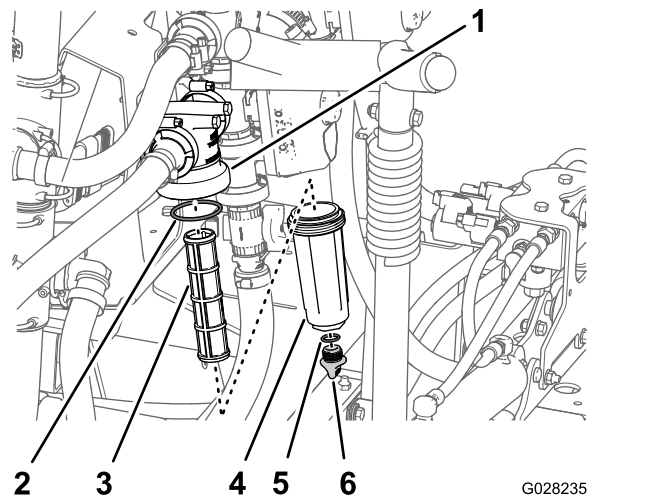

Figure 48
2. Placez un bac de vidange sous le filtre sous pression (Figure 48).
3. Tournez le bouchon de vidange dans le sens antihoraire et déposez-le de la cuvette du filtre sous pression (Figure 48).
4. Tournez la cuvette dans le sens antihoraire et déposez la tête du filtre (Figure 48).
5. Retirez l'élément du filtre sous pression (Figure 48).
7. Contrôlez l'état et l'usure du joint du bouchon de vidange (à l'intérieur de la cuvette) et du joint de la cuvette (à l'intérieur de la tête du filtre) (Figure 48).
8. Montez l'élément filtrant dans la tête du filtre sous pression (Figure 48).
9. Vissez la cuvette sur la tête du filtre et serrez-la à la main (Figure 48).
10. Vissez le bouchon de vidange sur le raccord au fond de la cuvette et serrez-le à la main (Figure 48).